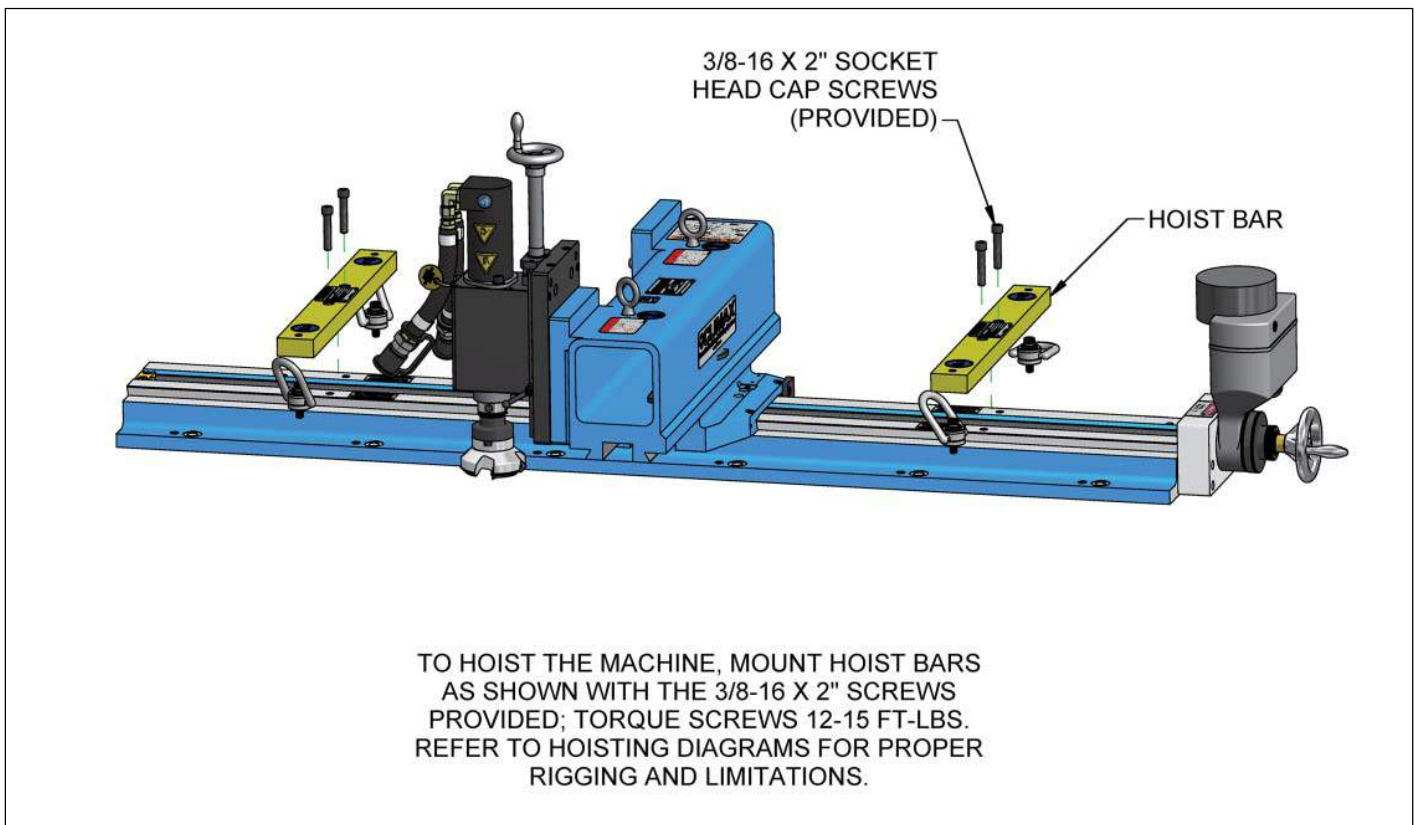

FIGURA 32 INSTALACIÓN DE BARRA DEL ANILLO DE ELEVACIÓN
2. Use los tornillos de cabeza hueca de 3/8-13x2" para sujetar las barras del anillo de elevación al lecho principal, si aún no están acoplados. Apriete los tornillos a un par de torsión en 12–15 pies-libras (16–20 Nm) (Figura 32).